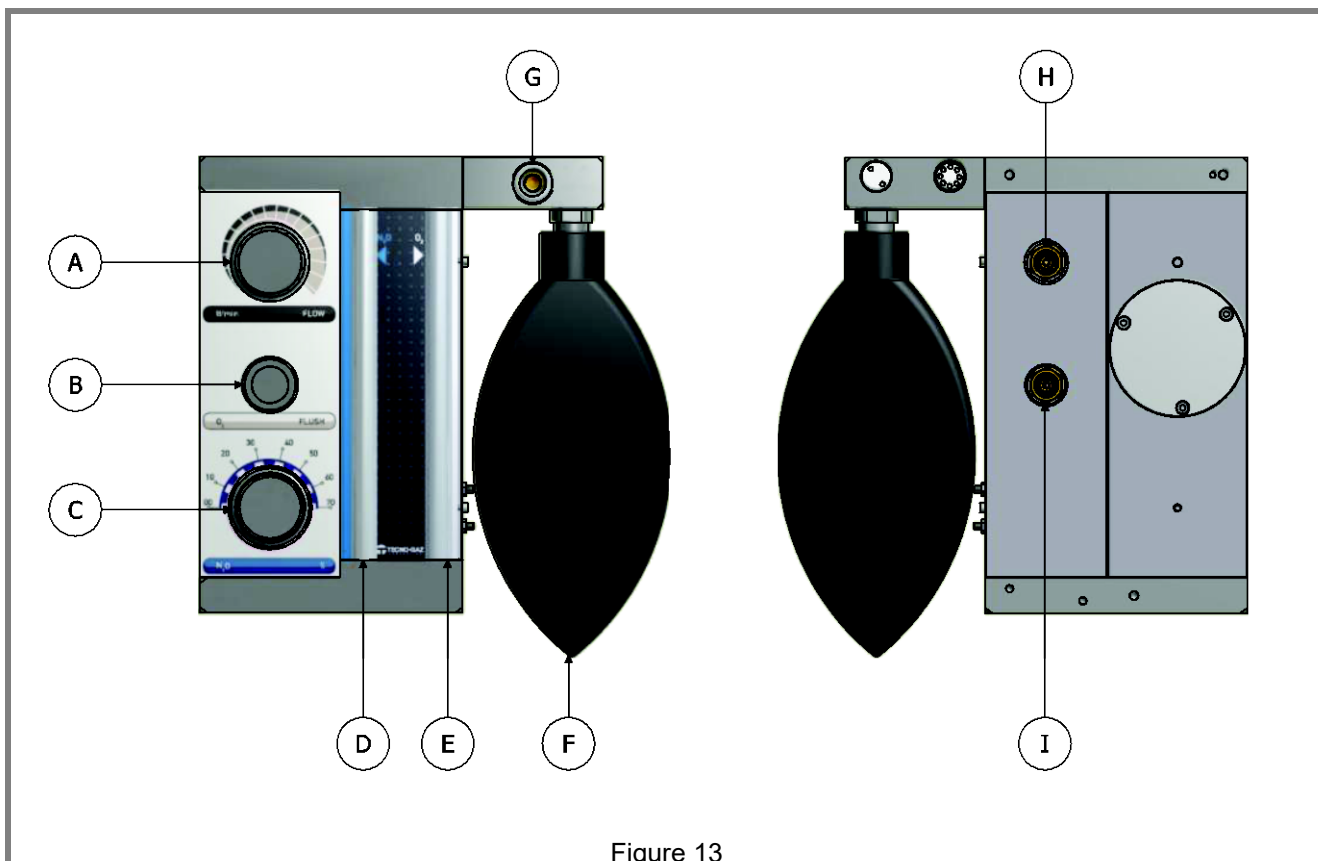

Figure 13
Observer le ballon (Figure 13 Pos F).
**Pendant la thérapie, contrôler constamment les flux visualisés par les débitmètres (Figure 13, Pos. D, E).**